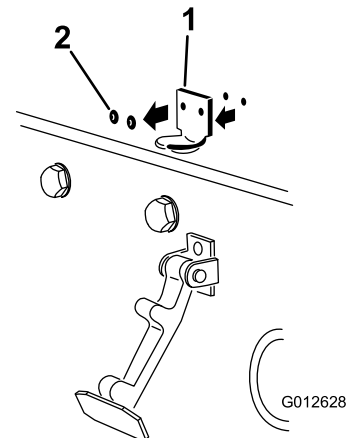

Figura 7
2. Retire los (2) remaches que sujetan el cerradero del capó al capó (Figura 7). Retire el cerradero del capó.